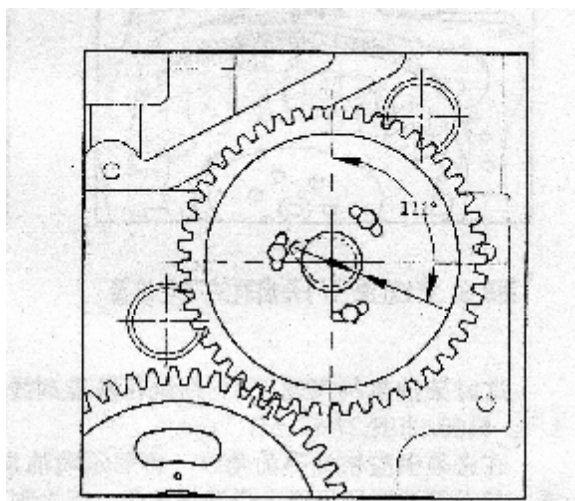

Рис. 3-4 Отметки на приводе и поверхности коленвала
Углы газораспределения для каждого двигателя выставляются производителем, и относительное положение коленвала и привода коленвала обозначается линиями и стрелками на их торцах, см. Рис. 3-4.
1. Если нет необходимости регулировать систему промежуточных шестерен, а топливный насос (в сборе) уже установлен на место, поверните коленвал против часовой стрелки. После того, как в цилиндр 4 начинает поступать топливо, поверните поршень цилиндра 1 на  $8^{\circ}$  в опережение ВМТ (на 2,5-3 зубца шестерни), при этом расстояние между верхом поршня цилиндра 1 ВМТ будет 0,72 мм. Установите линию I на торце распредвала на угол примерно в  $111^{\circ}$  относительно вертикальной линии на поверхности блока цилиндров, а затем установите шестерни распредвала на сам вал, соблюдая положение установочных линий (см. Рис. 3-4, 3-6).